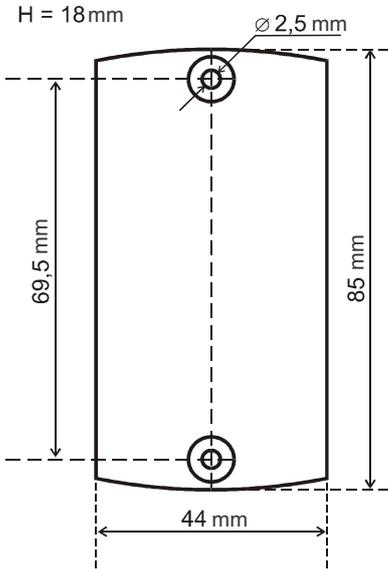

Figure. 1
- Marquer et percer les trous de montage (Fig. 1).